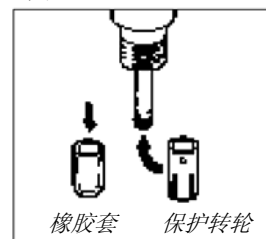

图 6 重要事项!请保持探测器顶端湿润。
7. 从 pH 探测器顶端取下液体填充保护橡胶套。**注意!**必须保持探测器顶端湿润,参见左边的警告!如果提供了保护转轮,则将保护转轮安装到探测器顶端(图 6)。